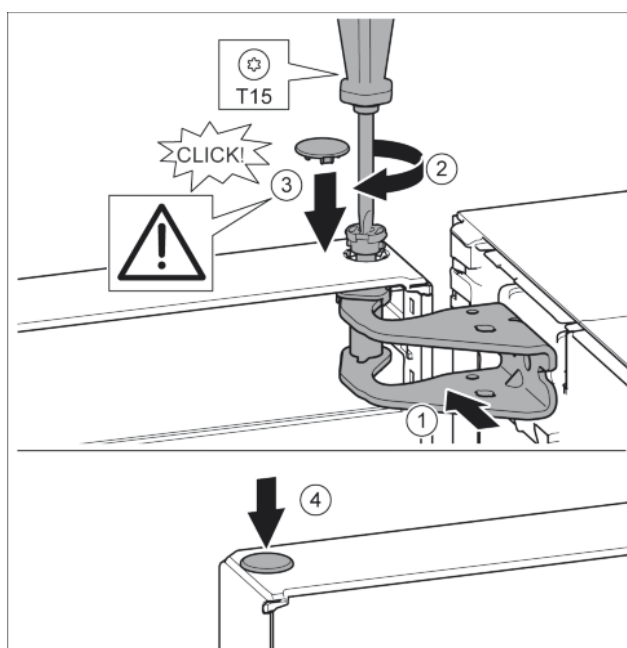

Fig. 18
- Дверь сверху выровнять по отверстию в опорном кронштейне. Fig. 18 (1)
- Вставить палец и затянуть отверткой T15. Fig. 18 (2)
- Установить предохранительную крышку для защиты двери: вставить предохранительную крышку и проверить, прилегает ли она к двери. В ином случае вставить палец полностью. Fig. 18 (3)
- Вставить заглушку. Fig. 18 (4)